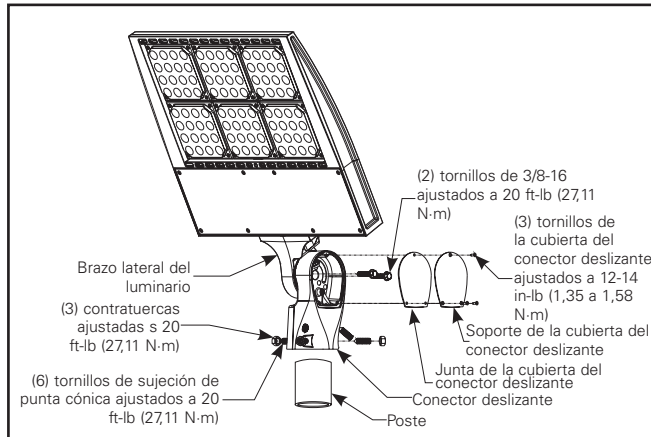

Figura 7.
1. Afloje los (3) tornillos n.º 8 para retirar la cubierta de acceso del brazo del conector deslizante. Déjela a un lado para volver a instalarla.
3. Tire de los terminales del cable de suministro a través de la parte superior del poste o la tapa de espiga. Sostenga el luminario y bájelo sobre el poste mientras pasa los cables de suministro a través de la ranura del conector deslizante (Figura 7).
4. Una vez que el luminario esté orientado correctamente, ajuste a mano los 3 tornillos de sujeción en ángulo para asegurar el luminario en ese lugar. Ajuste a mano los (3) tornillos de sujeción inferiores y, luego, ajuste los tornillos de sujeción en ángulo superiores a 20 ft-lb (27,11 N·m). Instale (3) tuercas hexagonales en los tornillos de sujeción inferiores y ajuste los (3) tornillos de sujeción y las (3) tuercas a 20 ft-lb (27,11 N·m).
5. Si fuera necesario para ayudar a direccionar y orientar el luminario, los (4) tornillos que sujetan el luminario a los brazos se pueden retirar e invertir la orientación del luminario. Asegúrese de que los (4) tornillos se vuelvan a colocar y aprieten a 20 ft-lb (27,11 N·m) en el caso de luminarios con 1 cuadrado de iluminación, y a 30 ft-lb (40,67 N·m) en el caso de luminarios con 2 a 6 cuadrados de iluminación. Si esto fuera necesario, debe llevarse a cabo antes de realizar las conexiones de cables.
7. Afloje los (2) tornillos de 3/8-16 ubicados en las ranuras para ajustar el ángulo del luminario. Una vez ajustado el ángulo, apriete a 23 ft-lb (31,18 N·m). El luminario se puede ajustar de -10 grados a 80 grados desde el nivel horizontal para la configuración de montaje en poste.